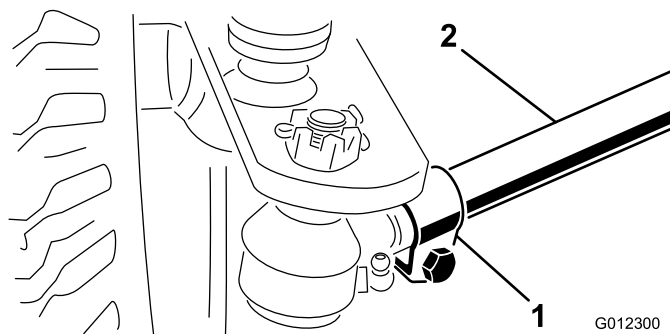

Figura 36
2. Allentate i fermi su entrambe le estremità dei tiranti (Figura 36).